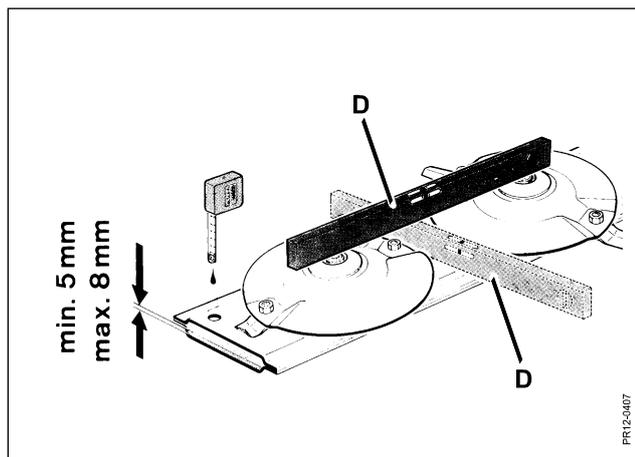

Fig. 4-4
**Fig. 4-4** Den Messerbalken waagrecht stellen, um den Ölstand zu prüfen. Dafür am besten eine Wasserwaage **D** – evtl. zwei – benutzen und sowohl in der Längsrichtung als auch in der Querrichtung messen.
Um die tägliche Ölkontrolle zu vereinfachen, empfehlen wir, irgendwo eine feste "Plattform" zu errichten, worauf man den Mähbalken stützen kann. Die Kontrolle für "waagerechten Mähbalken" mit Wasserwaage, gemäß Fig. 4-4, braucht dann nicht bei jeder Ölstandkontrolle wiederholt zu werden.